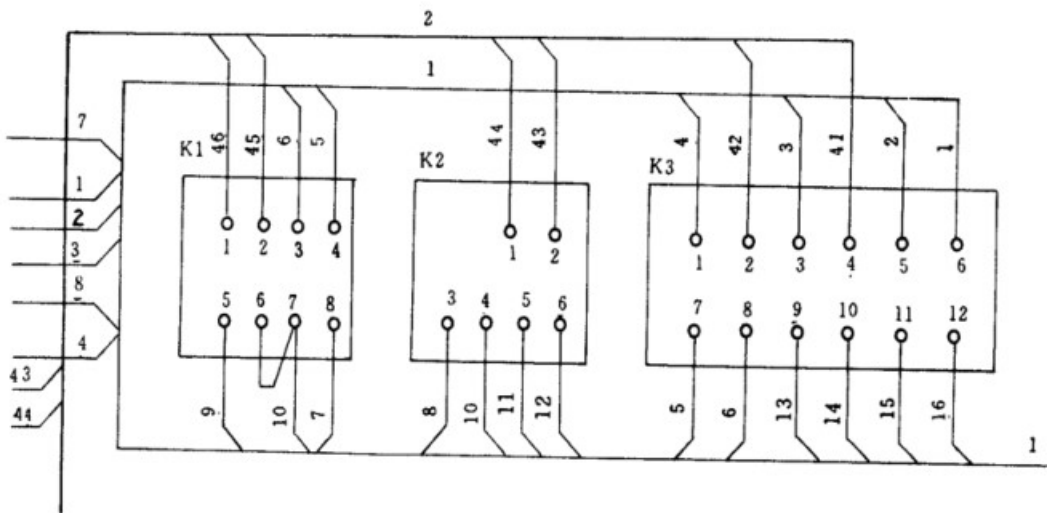
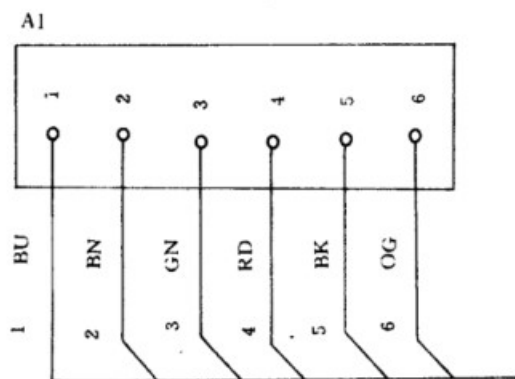

图 2 线缆号和导线号标记示例
图 3 用颜色字母代码作为导线标记的补充
3.3.4 当图内有多根线束(或电缆)时,则应用线缆号作标记,标记采用数字或字母表示。见图 2。
3.3.5 在接线图中,导线一般用线号作标记,标记可采用数字或字母表示,其标记方法按 GB 4884 的规定。当需要时也可用颜色字母代码作为导线的标记,或作为导线标记的补充。见图 3。颜色字母代码见附录 A。
3.3.6 导线、线束(或电缆)的标记应与导线、线束(或电缆)的方向一致,并书写在其上方。见图 2 和图 3。